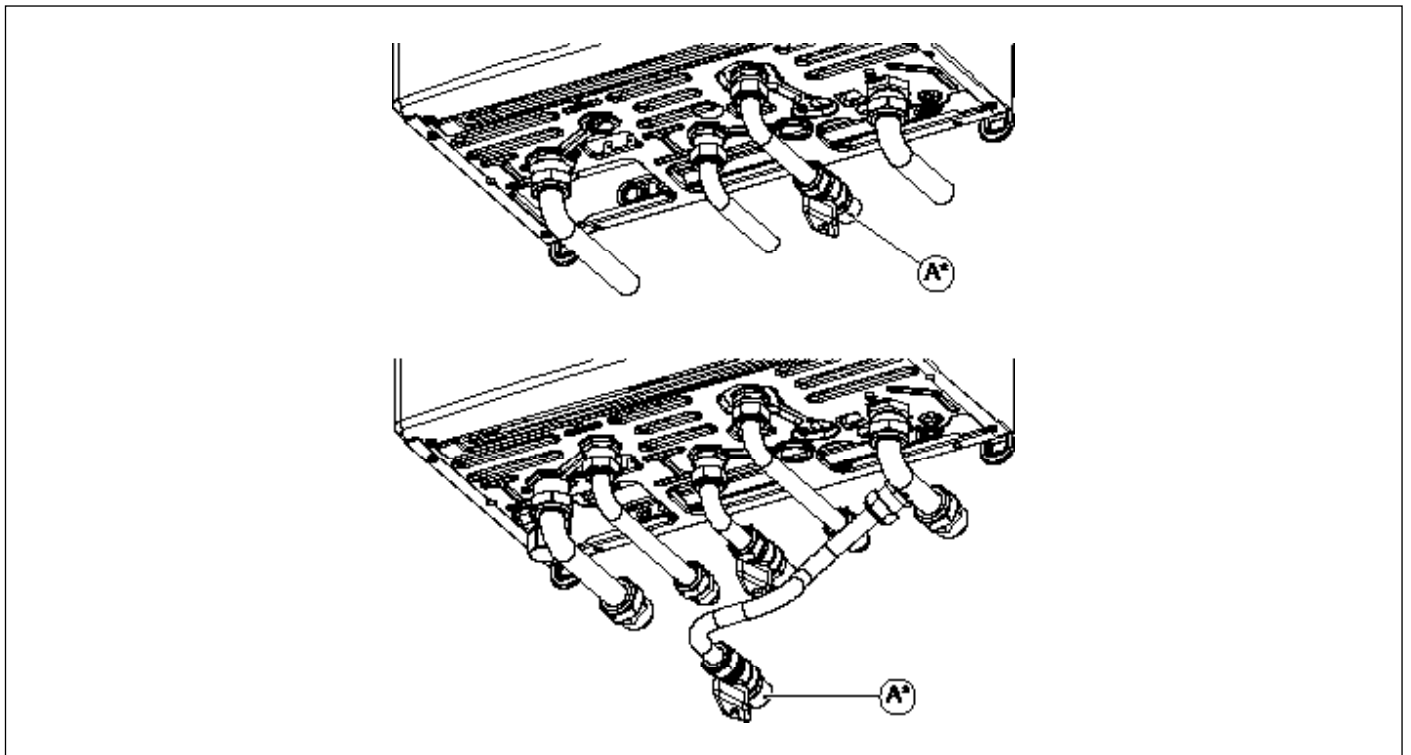

Fig. 22 Grifo de llenado
Llenar la instalación actuando sobre el grifo de llenado (A) (ver Fig. 22 Grifo de llenado).